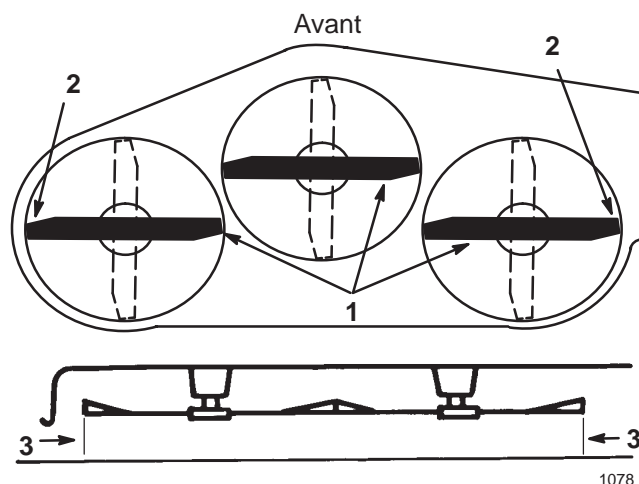

Figure 38
4. Tournez prudemment les lames pour qu'elles soient parallèles entre elles, dans le sens transversal (Fig. 38). Mesurez la distance entre les tranchants extérieurs et le sol plat (Fig. 38). Si les deux mesures diffèrent de plus de 4,75 mm, l'horizontalité transversale doit être réglée (voir les points 5 et 6).